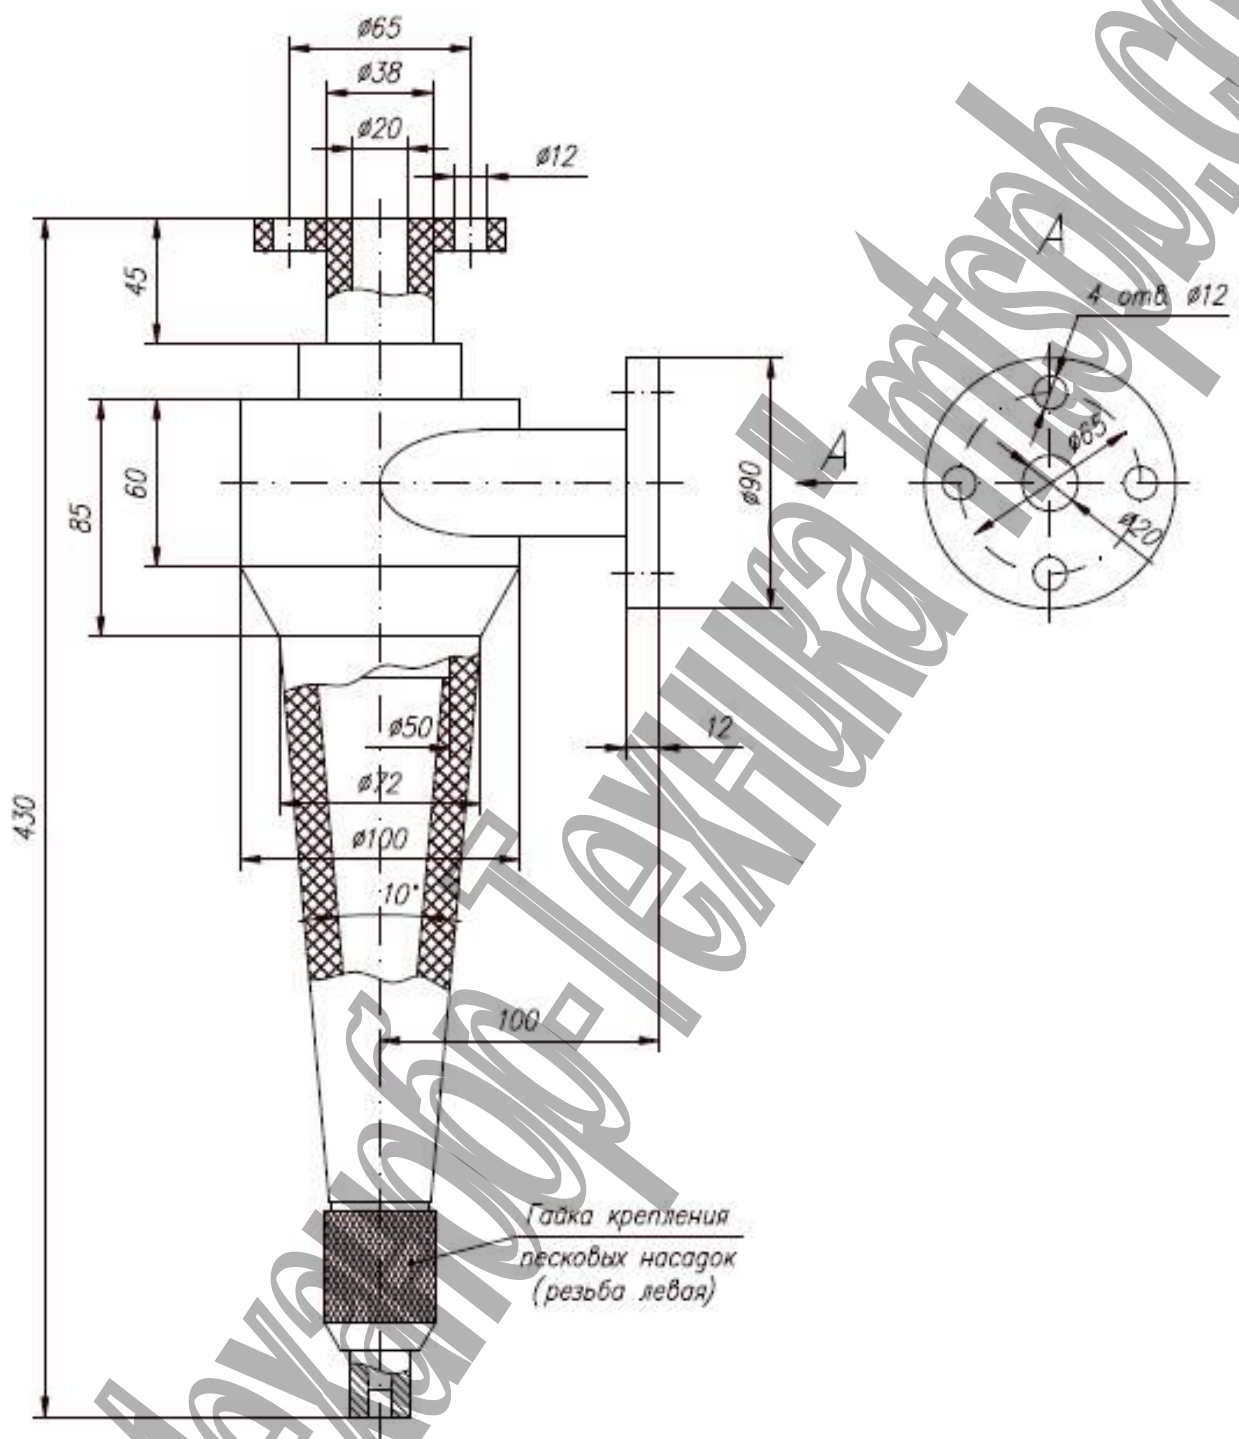

Рис. 1. Гидроциклон полиуретановый ГЦП-50
Гидроциклон (рис. 1) состоит из цилиндрической 1 и конусной частей 2.
6.6. На вершине конуса установить песковую насадку с диаметром отверстия, требуемого по условиям технологического процесса, которая крепится посредством гайки 7 (рис. 1).